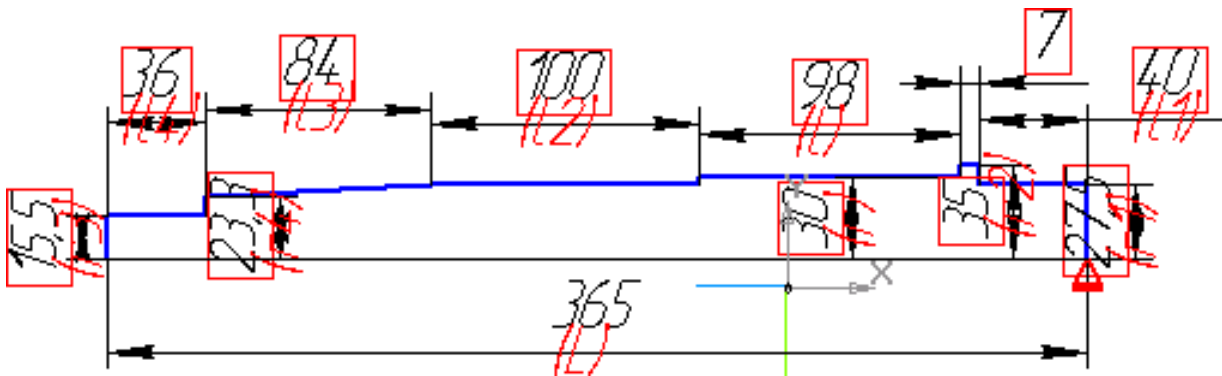

Рис. 7
12. Не прерывая команду **Установить значение размера** , последовательно указывайте размеры, соответствующие длинам участков и присваивайте им следующие значения:  $l_1=40$ ;  $l_2=100$ ;  $l_3=84$ ;  $l_4=36$ ;  $L=365$ . После каждого ввода значения переменной контур эскиза будет перестраиваться. Результат построения приведен на рис. 7.